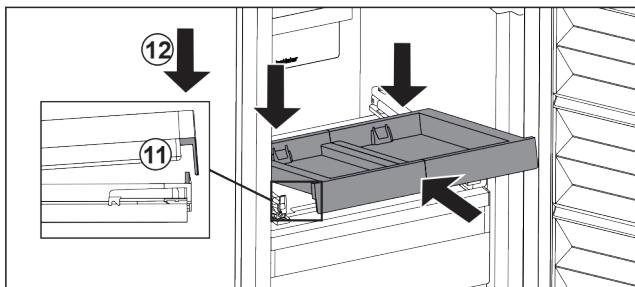

Fig. 93
- Gurnite ukoso. Pazite na to da je na obje strane graničnik iza jezičca. Fig. 93 (11)
- Spustite izvlačnu ploču naprijed. Fig. 93 (12)